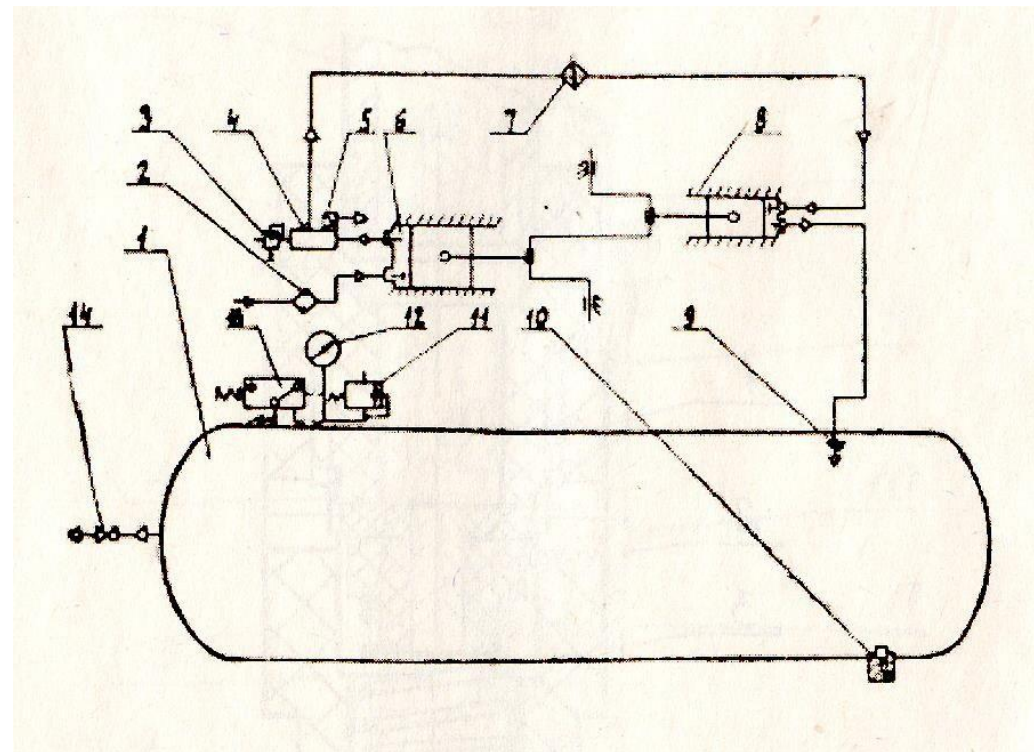

Рис. 15. Схема пневматическая принципиальная компрессора, модель С415М
4.2. Принцип работы (рис. 15 и 16).